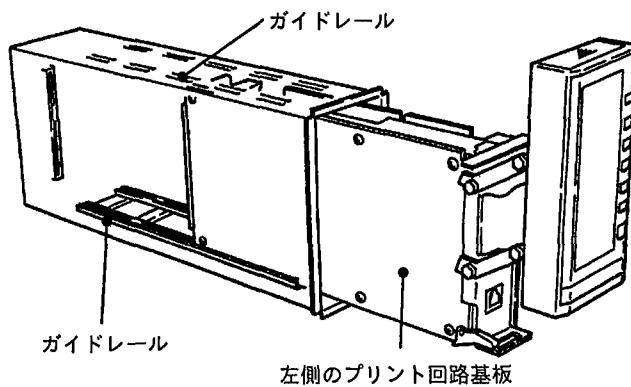

図4.8 内器の挿入1
①ハウジング内側の、上下にあるガイドレール(左)に、内器左側のプリント回路基板を通します(図4.8参照)。内器が後部コネクタ部にあたり、“カチッ”と音がするまで挿入します。リリースレバーが手前に倒れた状態から、起きた状態になります。